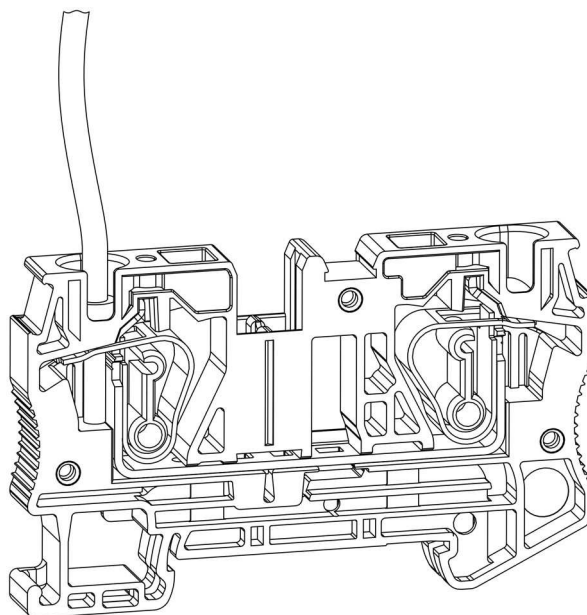

Рисунок 14 - проводник, установленный в точку подключения
- Извлеките отвертку – пружина зафиксирует проводник в точке подключения (рис. 14).